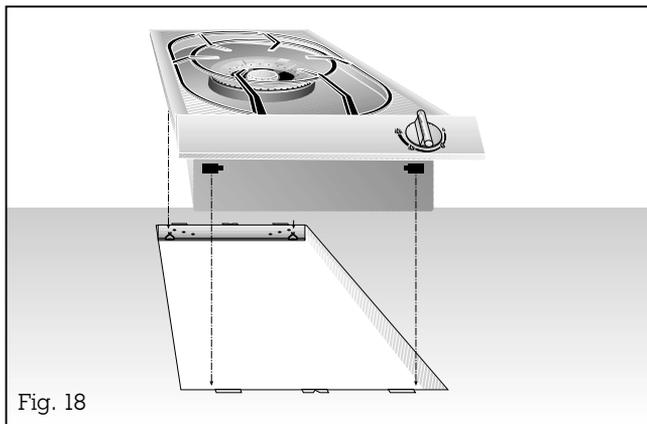

Fig. 18
– **Placez l'appareil dans le plan de travail** en faisant attention à ce que les ergots de l'appareil reposent exactement sur les ressorts de blocage. Enfoncez fermement l'appareil dans le plan de travail : les ergots se verrouillent dans les ressorts (fig. 18).